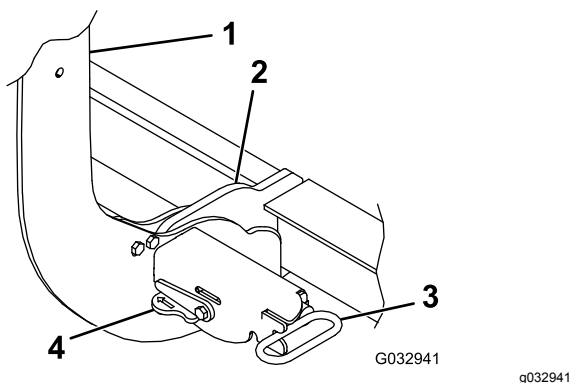

Figure 35
3. Tournez les leviers sur les accouplements à la position de VERROUILLAGE (Figure 35).
6. Vérifiez que les deux goupilles à ressort sont complètement engagées dans l'accouplement (Figure 35).